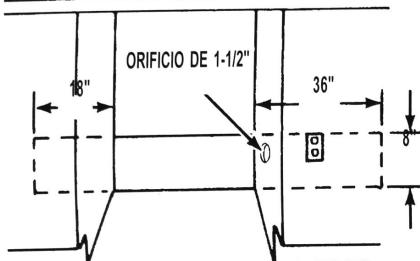

FIGURA 1
- El tomacorriente deberá estar a una distancia razonable de la lavavajillas a fin de que el cable llegue sin tensarse excesivamente. Vea las líneas punteadas en la figura 1.
- De ser necesario, corte un orificio de 1-1/2" (4 cm) de diámetro en las paredes laterales del gabinete para que el nuevo cable pueda pasar. Vea la figura 1.